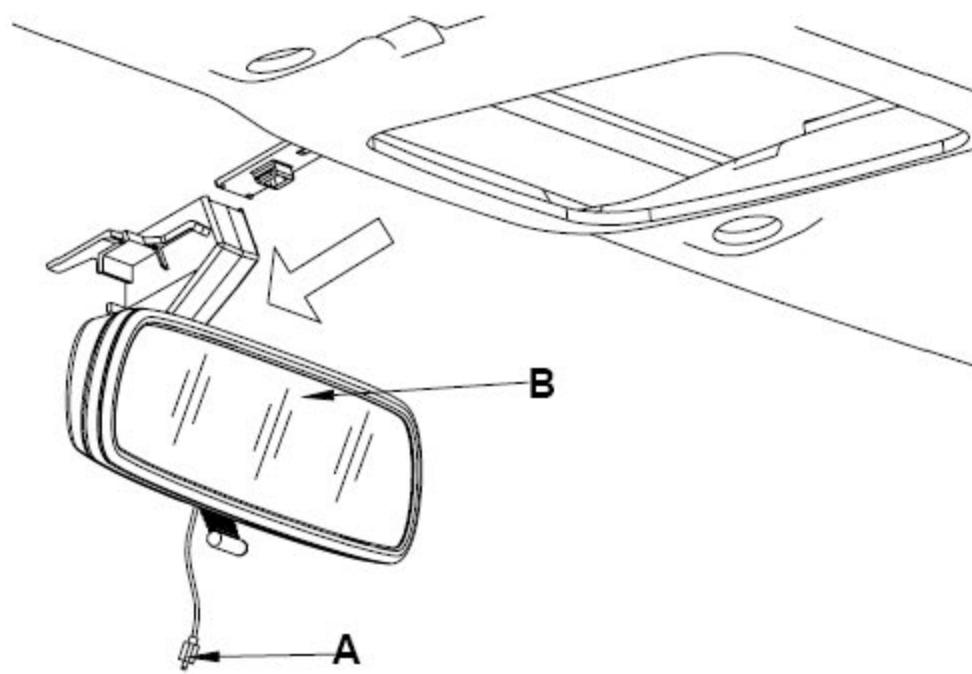

图 18-3-8
3).如图 18-3-8, 脱开线束接插件 A, 按图中箭头方向推铝合金支架, 拆除内后视镜 :